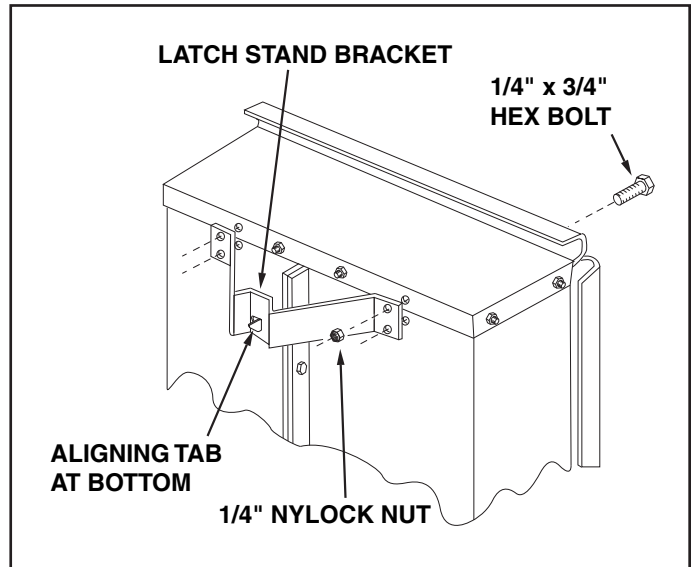

FIGURE 7
11. Turn the latch stand bracket so that the aligning tab is at the rear (bottom) of the bracket. Assemble the latch stand bracket to the cart using four 1/4" x 3/4" hex bolts and 1/4" nylock nuts. **TIGHTEN**. See figure 7.
11. Faites pivoter le support de soutien d'attelage de telle sorte que la patte d'alignement se retrouve à l'arrière (en bas) du support. Assemblez le support de soutien d'attelage à la remorque en utilisant quatre boulons hexagonaux 1/4" x 3/4" et des écrous hex. 1/4". **SERREZ.** Voir figure 7.